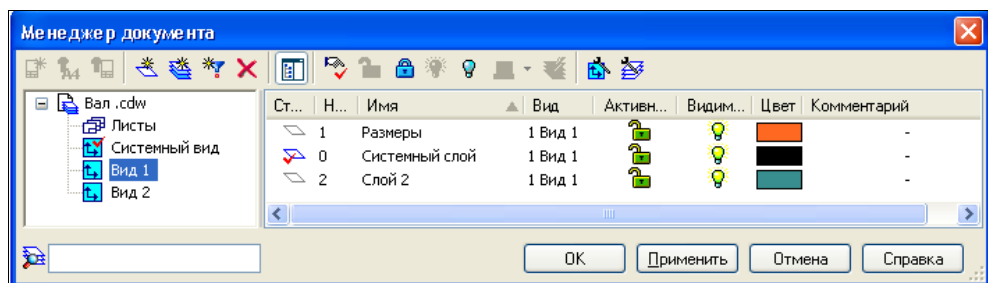

Рис. 13.9. Диалоговое окно **Менеджер документа** с раскрытым списком слоев
- ◆ нажмите кнопку **Цвет** и измените цвет в активном состоянии на бирюзовый. Теперь у вас в окне три слоя: системный и два вами созданных (рис. 13.9). Причем текущий слой имеет красный флажок в кнопке;